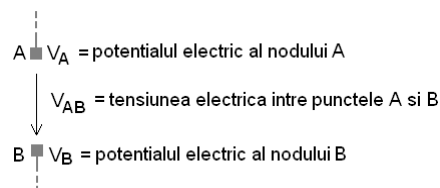

Figura 2. Tensiunea electrică între punctele A și B.
b. Tensiunea electrică: este egală cu diferența de potențial electric dintre 2 puncte (noduri) diferite ale unui circuit electronic, așa cum este sugerat în Figura 2: